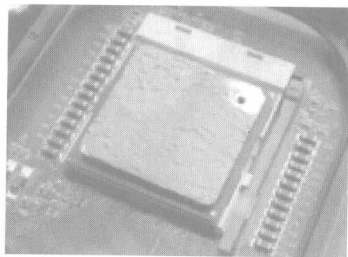

图 1.6 涂抹硅脂的 CPU
(1) 在 CPU 表面涂上一层薄薄的硅脂,如图 1.6 所示。主要目的是使 CPU 与散热器能良好接触,从而保证 CPU 稳定工作。